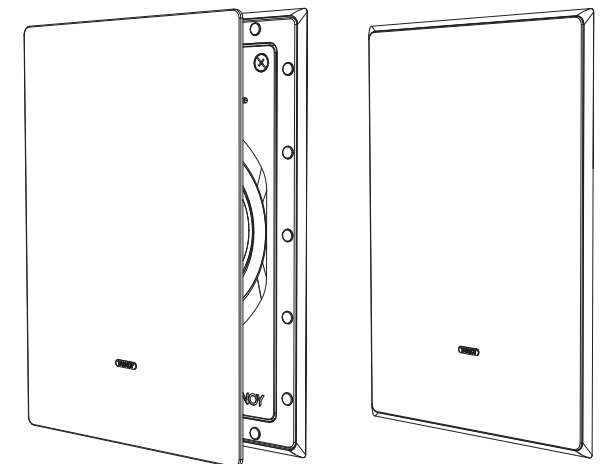

Fig. 15. Installing the Grille
1. Premere la griglia nel telaio, dove verrà tenuta in posizione dai magneti (Fig. 15).